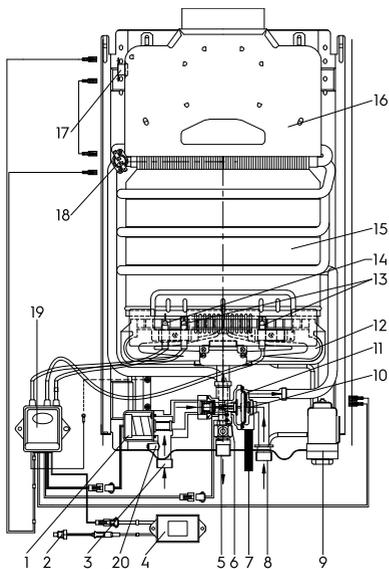

Рис. 4
- открутите сливную заглушку (7 на схеме устройства, рис. 4), для того, чтобы из водонагревателя вылилась вся вода;